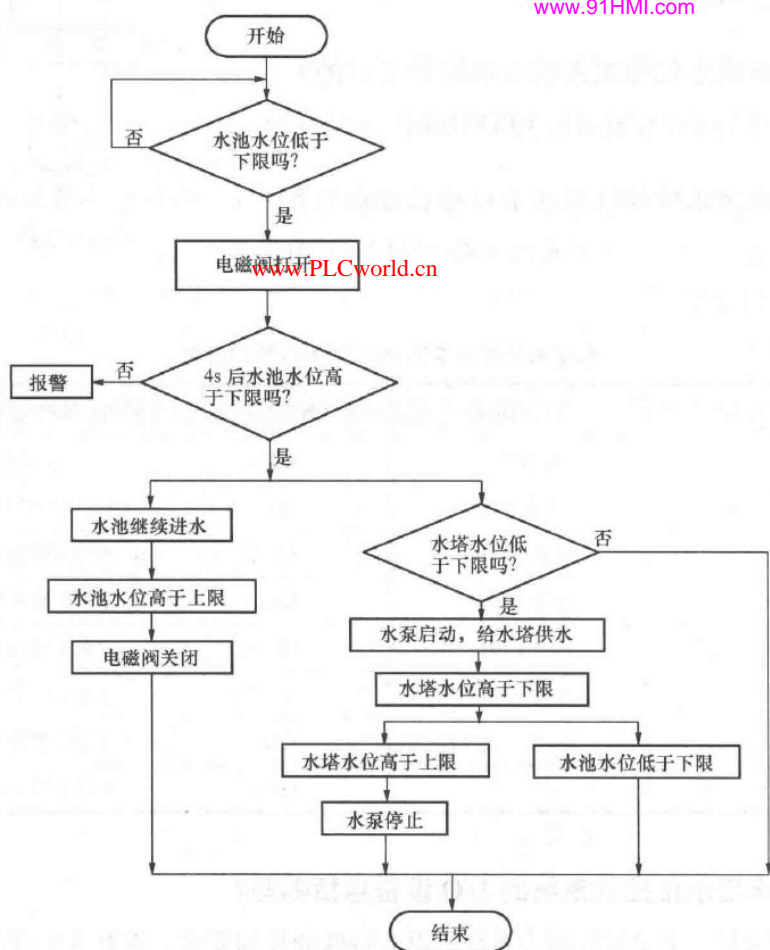

图 5-31 水塔水位控制系统 PLC 控制流程
答：(1) 程序流程。根据设计要求，水塔水位控制系统的 PLC 控制流程如图 5-31 所示。